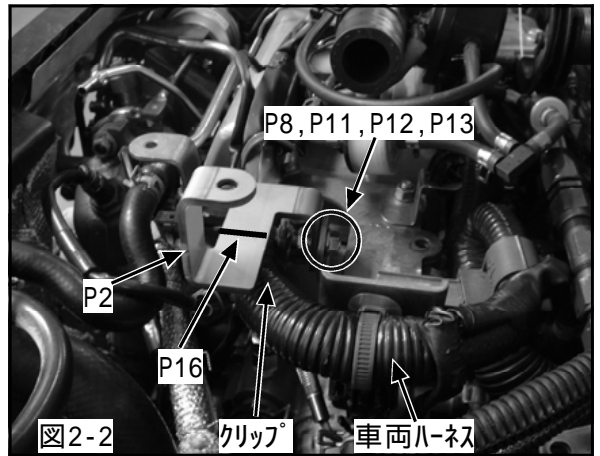
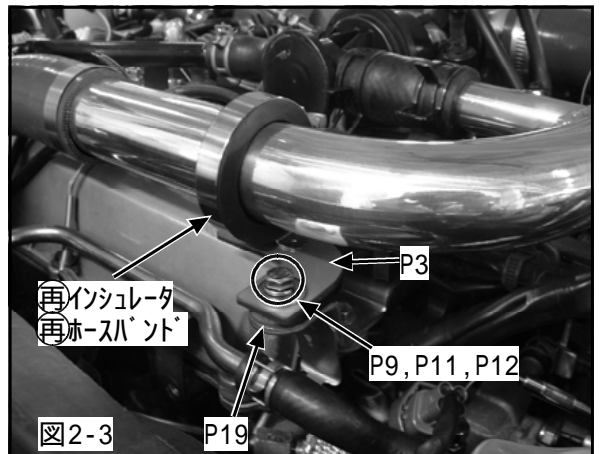

図2-2
図2-3
- (2) (1)で取外した箇所に、ボルトM6 L=20,ワッシャM6用大径,スプリングワッシャM6用,フランジ付きナットM6を使用して、エンジンカバーステーを取付けてください。(図2-2) (P2×1, P8×1, P11×1, P12×1, P13×1)
- (3) (1)で取外した車両ハーネスを、タイラップ(中)を使用してエンジンカバーステーに固定してください。(図2-2) (P16×1)
- (4) 1. (3)でエアホースを取外した箇所に、**再**ホースバンドを使用して、インタークーラホースNo.1を取付けてください。(P5×1)
- (5) カラー t=4.5, ボルトM6 L=25,ワッシャM6用大径,スプリングワッシャM6用を使用して、インタークーラパイプステーNo.1を車両に仮付けしてください。(図2-3) (P3×1, P9×1, P11×1, P12×1, P19×1)
(9) 1. (5)で取外したインシュレータ ホースバンドを使用して、インタークーラアウトレットパイプを固定してください。(図2-3)
(10) インタークーラホースNo.2及びNo.3を本締めしてください。
(11) (7)で取付けたホースニップル 4にエアホースを取付け、タイラップ(小)で固定してください。